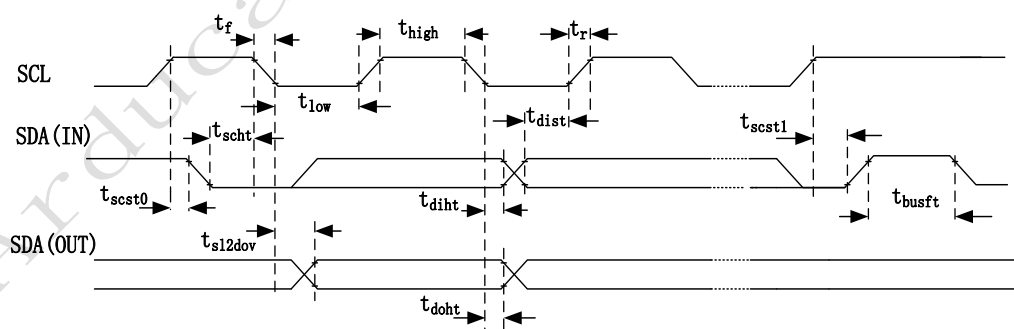

图 1-5 I2C 接口时序
- 1) 图 1-5 是在 400kHz 模式下的 I2C 时序。